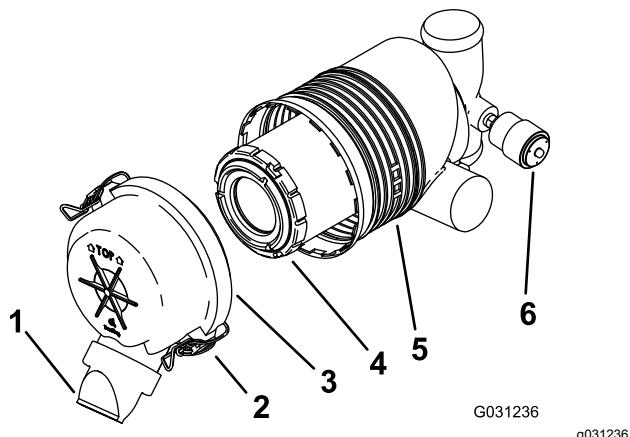

Рисунок 30
Внимание: Фильтр воздухоочистителя следует менять только, когда индикатор обслуживания станет красным (Рисунок 30). Замена воздушного фильтра без необходимости ведет лишь к повышению вероятности попадания грязи в двигатель при извлечении фильтра.
- Освободите защелки воздухоочистителя и отделяйте крышку от корпуса воздухоочистителя (Рисунок 30).
- Если индикатор обслуживания прозрачный, установите крышку воздухоочистителя таким образом, чтобы пылезащитный колпачок был ориентирован вниз, и закройте защелки (Рисунок 30).
1. Осторожно извлеките фильтр из корпуса воздухоочистителя (Рисунок 30).
3. Осторожно установите фильтр (Рисунок 30).
4. Установите крышку воздухоочистителя таким образом, чтобы пылезащитный колпачок был ориентирован вниз, и закройте защелки (Рисунок 30).